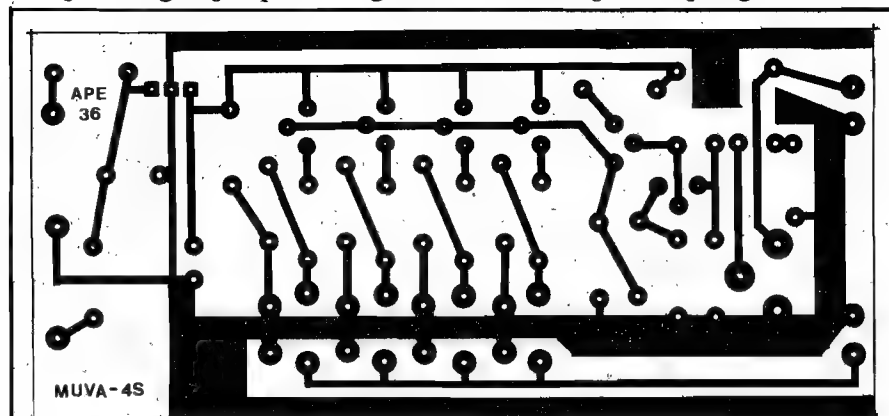

Fig.3
- **FIG. 3 - LAY OUT DO CIRCUITO IMPRESSO ESPECÍFICO** - Simples, simétrico, pouco "congestionado", o **lay out** pode ser facilmente copiado com decalques ou tinta ácido-resistente, sobre um fenolite (ou, de preferência, fibra de vidro...) cobreado, depois submetido à corrosão, limpeza e furação, conforme convencional... Observem as largas faixas cobreadas circundando importantes áreas do Impresso. Tratam-se de trilhas de "terra", destinadas a bem proteger os percursos de sinais de baixo nível e alta frequência, evitando a captação de ruídos externamente gerados, e mesmo perdas ou distorções por capacitâncias distribuídas, essas coisas... Por uma série de razões, não se recomendam alterações de "desenho" no **lay out**, pois as "reações" do circuito, nos níveis, tipos e frequências de sinal envolvidos, podem ser "negativas" quanto à qualidade final do desempenho...